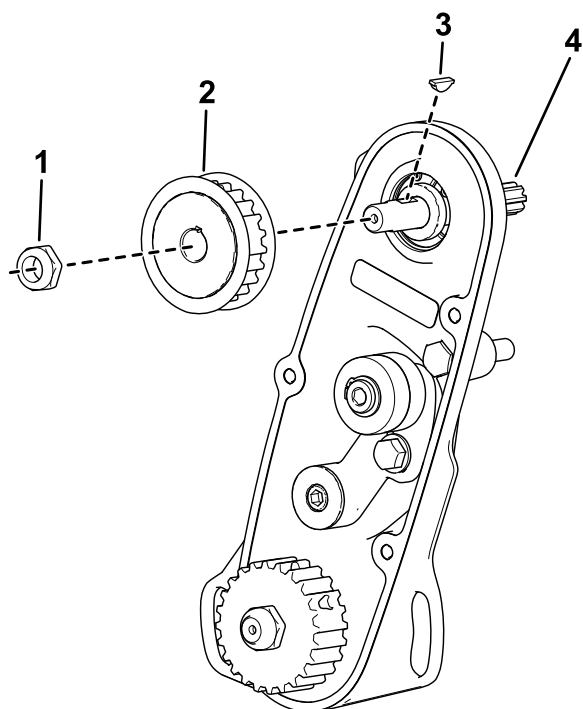

图 5
6. 拆下螺母、皮带轮和钥匙图 5。
7. 拆下现有滚刀驱动轴图 5。